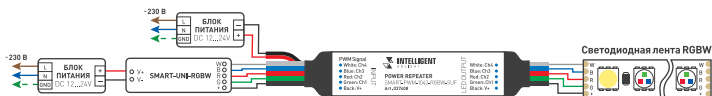

Рис. 1. Схема подключения усилителя SMART-PWM-1042-RGBW-SUF
- 3.2. Подключите усилитель согласно схеме на рис. 1.